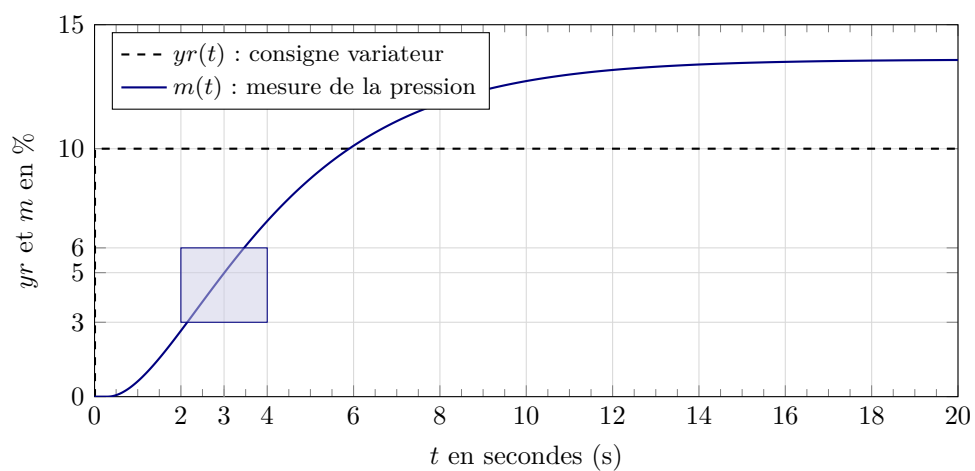

Fig. 22 – Essai en boucle ouverte : relevé complet.
D.2 – Identification du processus. La méthode de Broïda consiste à réaliser un essai en boucle ouverte (le régulateur est en mode manuel). On impose un échelon de commande (réponse indicielle). On obtient alors $m(t)$ (mesure de la pression) et $yr(t)$ (l'échelon de commande) sur le même graphique (voir document réponse, figure 22). La méthode de Broïda propose un modèle ayant une fonction $H(p)$ de la forme d'un premier ordre avec un retard :